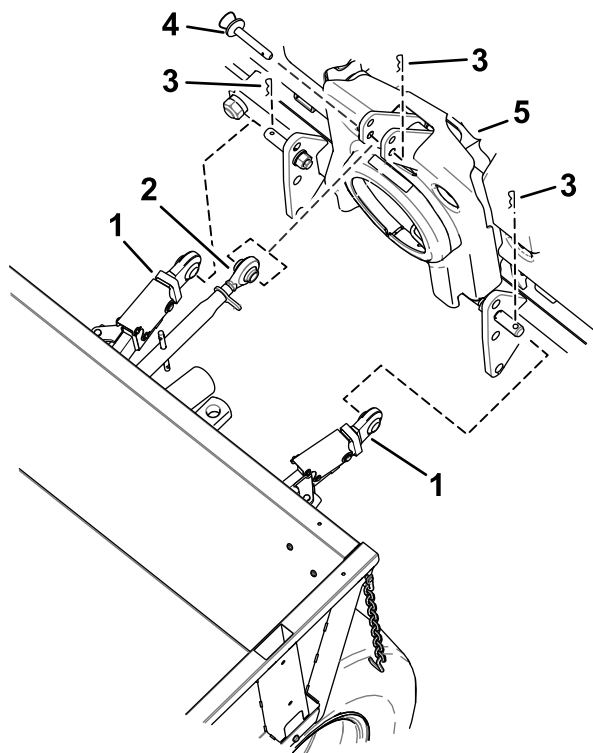

Figura 29
1. Procedete lentamente in retromarcia con la macchina ed allineate gli attacchi di tiraggio ai connettori inferiori dell'attrezzo (Figura 29).
4. Rimuovete l'attacco superiore dall'attrezzo (Figura 29).
5. Rimuovete gli attacchi di tiraggio dall'attrezzo (Figura 29).
2. Fissate l'attacco di tiraggio all'attrezzo (Figura 29).
3. Posizionate l'attacco superiore al connettore superiore dell'attrezzo (Figura 29).
4. Fissate l'attacco superiore all'attrezzo (Figura 29).